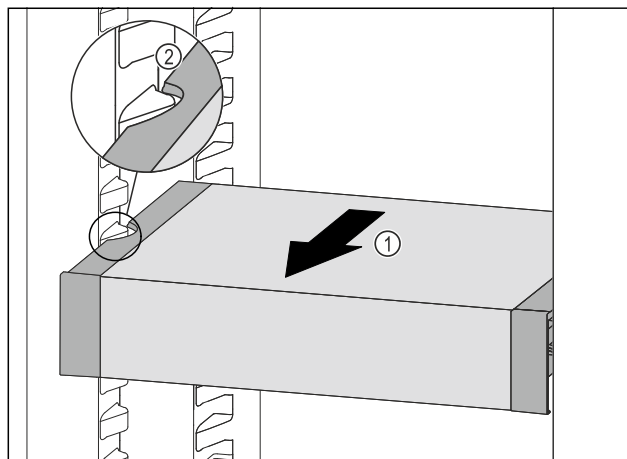

Fig. 123
- ▶ VarioSafe pociągnąć w przód Fig. 123 (1), aż boczne wycięcia szuflady VarioSafe będą się znajdować na wysokości żebrowania pojemnika w chłodziarce. Fig. 123 (2)